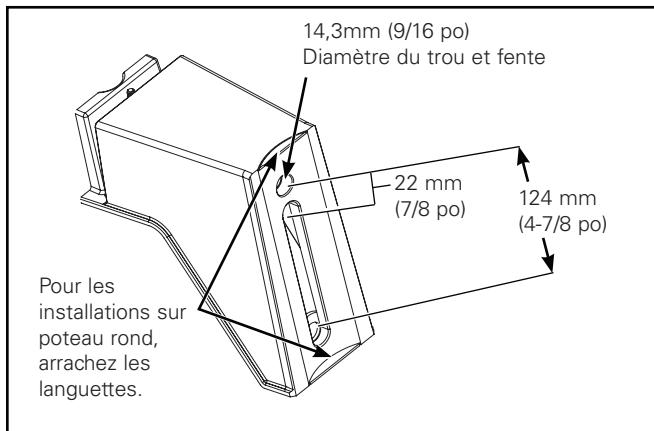
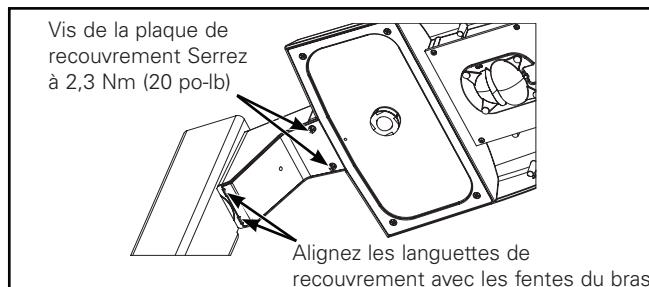

Figure 1.
Figure 5.
Bras de montage sur poteau (Figure 1 - Figure 5)
- Le bras de fixation sur poteau est conçu pour un poteau carré ou rond. L'installation sur poteau rond nécessitera le retrait des languettes du bras de fixation. Saisissez la languette avec des pinces et arrachez-la. (Figure 1.)
Remarque: Assurez-vous que les fils d'alimentation ne sont pas coincés entre le couvercle et le bras de fixation. (Figure 5.)